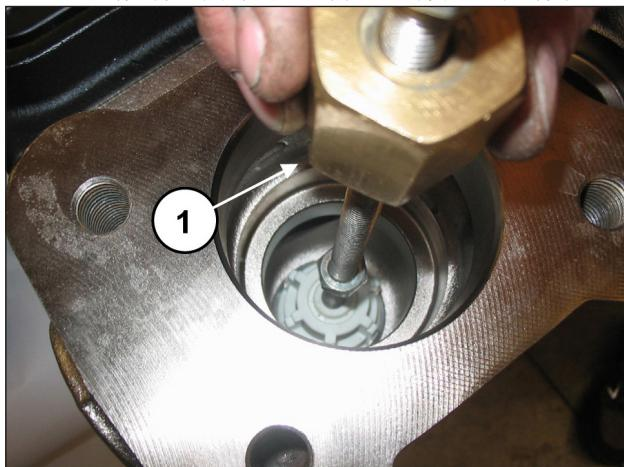

图 94
可将锤头式提取器(代码为 27516400)作用在阀导承的M10孔上(位置①, 图 94), 或用一个M10-M16适配器(代码25089700)作用在阀导承的M16螺纹上, 将吸入阀组件取出。